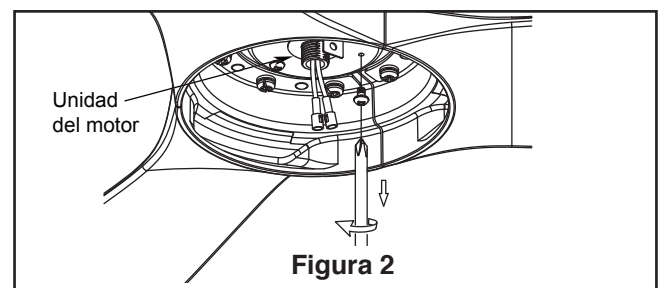

Figura 2
2. Coloque y ajuste firmemente la cubierta para el tornillo de la base sobre los tornillos de reborde de la abrazadera para colgar mediante el mecanismo de seguro por giro del chavetero. (Figura 2)
2. Extraiga uno de los tres tornillos del soporte ubicado en la parte interior de la unidad del motor. Guárdelos para después y afloje levemente los otros dos tronillos. (Figura 2)
2. Restaure la fuente de alimentación de la toma de corriente enciendo la electricidad del fusible principal. (Figura 2)